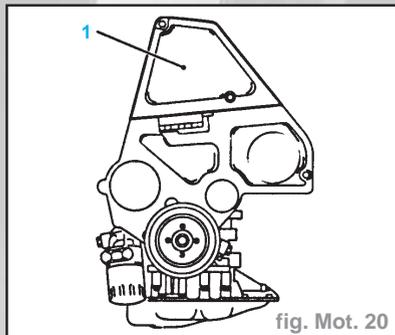

fig. Mot. 20
- Desserrer la vis de fixation (2) et détendre la courroie trapézoïdale via l'écrou de réglage (3).
- Démontez la partie supérieure du carter de la courroie crantée (1) de l'arrière du recouvrement de courroie crantée (fig. Mot. 20).